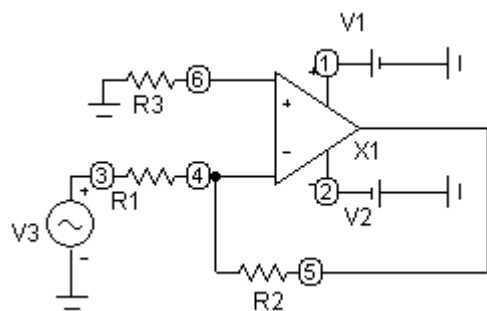

Рис. 1.24
1.9.2. В программе MicroCAP соберите модель усилителя с инвертирующим включением ОУ, показанную на рис. 1.24.
В схеме на рис. 1.24 коэффициент усиления  $K_y$  равен